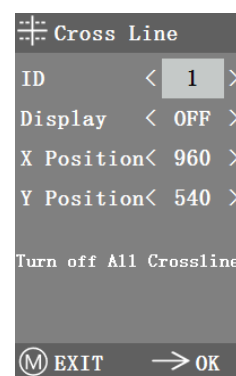

Fig. 27
- Entrar en el menú de Cross Line. (Fig. 27)